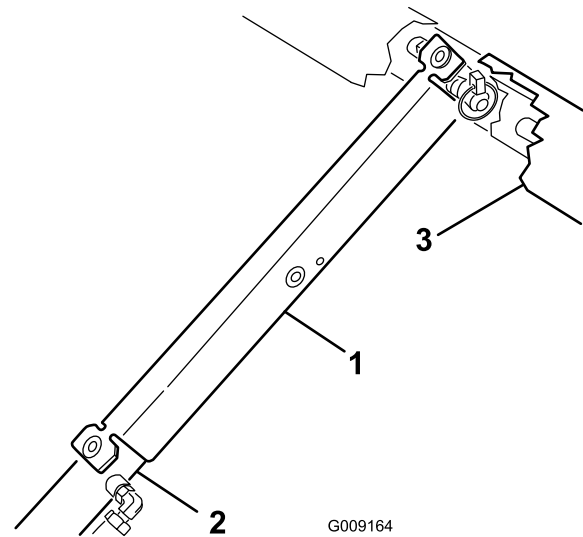

Figura 31
3. Introduza o apoio da plataforma na haste do cilindro, assegurando que as linguetas encostam à extremidade do cilindro e à extremidade da haste do cilindro (Figura 31).